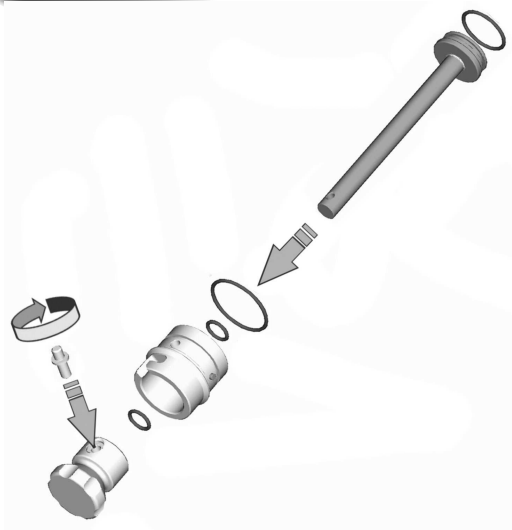

Fig.1
- Placer le pommeau du piston sur la tige et visser le pivot en acier. Vérifier que le piston glisse facilement dans son logement (fig. 1).